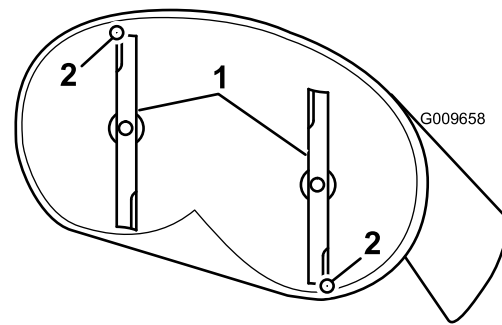

Figura 51
5. Mida entre la punta de la cuchilla delantera y la superficie plana y entre la punta de la cuchilla trasera y la superficie plana (Figura 51). Si la punta de la cuchilla delantera no está entre 1,6 y 7,9 mm más baja que la punta de la cuchilla trasera, ajuste la contratuerca delantera.
4. Gire cuidadosamente las cuchillas colocándolas en el sentido de avance de la máquina (Figura 51).
1,6–7,9 mm más baja que la punta de la cuchilla más atrasada (Figura 51).